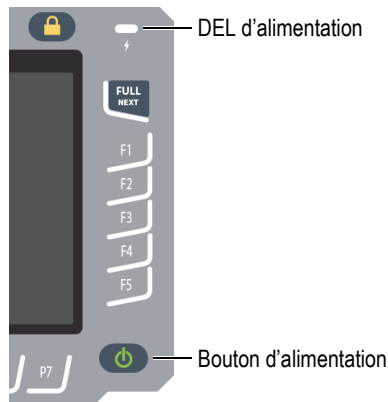

Figure 2-1 Emplacement du bouton de mise en marche et du témoin d'alimentation
1. Appuyez sur le bouton de mise en marche pour allumer l'EPOCH 650 (voir la Figure 2-1 à la page 56).